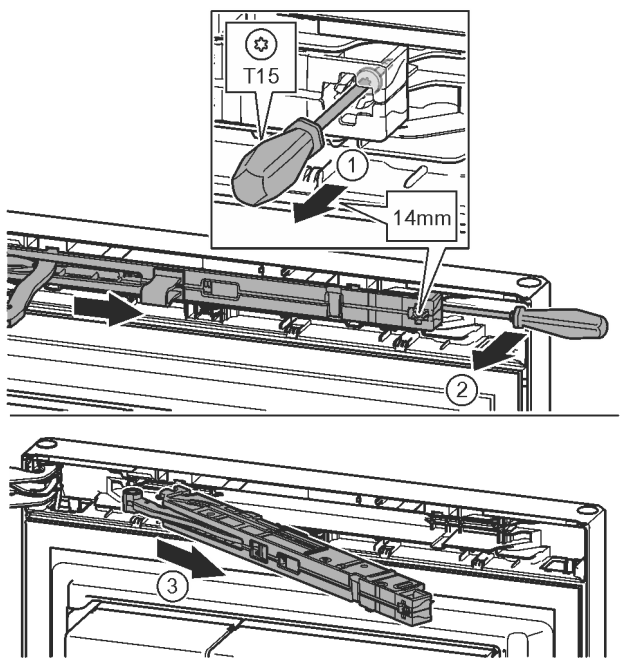

Fig. 13
- ▶ Suelte el tornillo en la unidad de amortiguador de cierre aprox. 14 mm con el destornillador T15. Fig. 13 (1)
- ▶ Desplácelo con un destornillador por el lado del tirador detrás de la unidad de amortiguador de cierre y gírelo hacia delante. Fig. 13 (2)
- ▶ Extraiga la unidad de amortiguador de cierre. Fig. 13 (3)